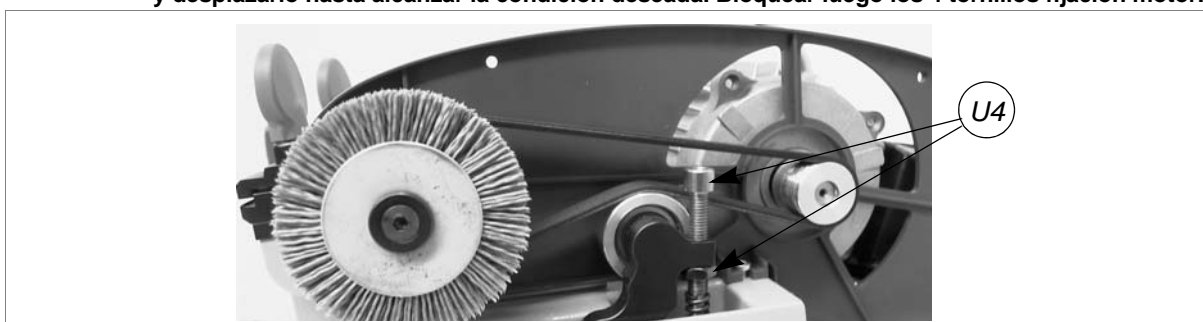

Fig. 33
- atornillar el tornillo/tuerca (U4) hasta alcanzar una correcta puesta en tensión (fig.33) (*).
- 9) Aflojar el tornillo/tuerca (U4) (fig. 33, pág. 25) para bajar el tensor de correa y hacer salir la correa desde la polea motor.
- 15) Atornillar el tornillo/tuerca (U4) hasta alcanzar una tensión correcta de la correa (fig. 33, pág. 25).